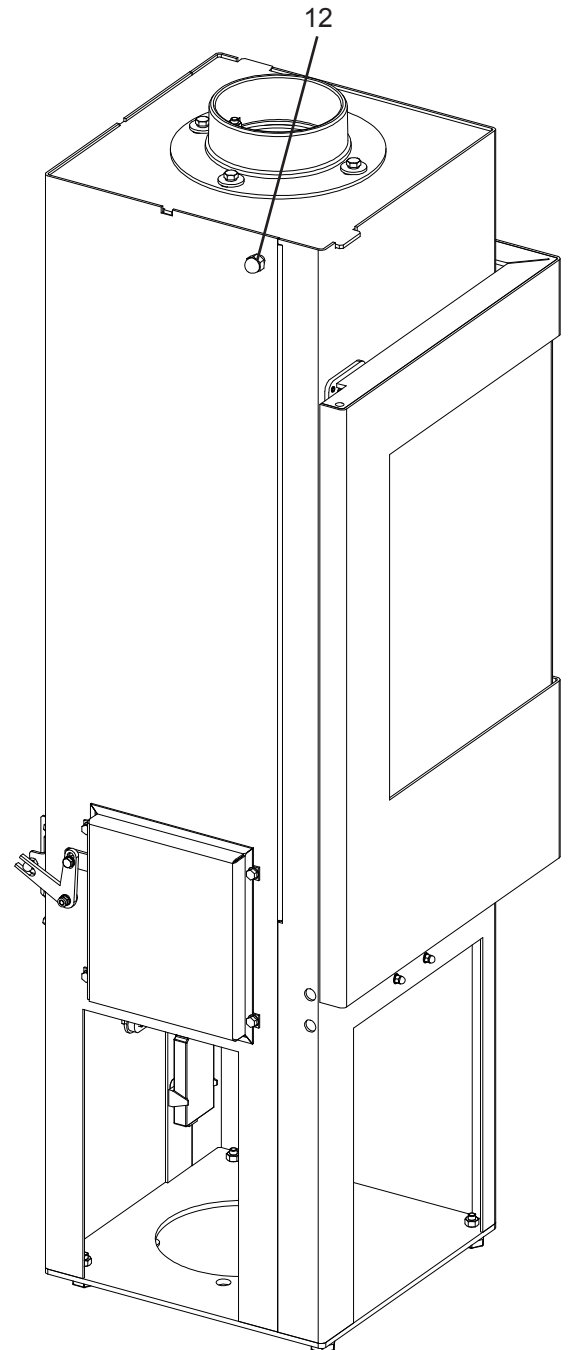

Fig.16
- Den Temperaturfühler (Position Befestigung auf der Geräterückseite siehe Fig.16) wie im Kapitel „Allgemeine Montageschritte“ Schritt 4+5 beschrieben montieren.